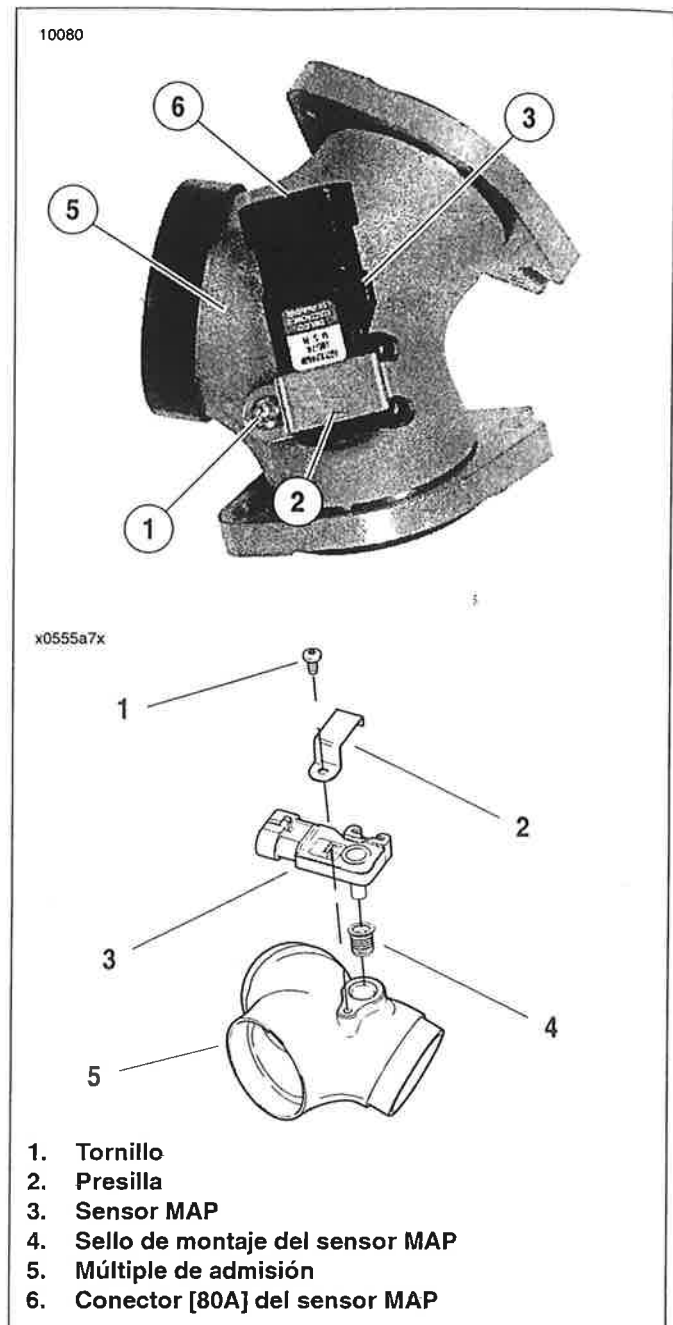

Figura 7-5. Sensor MAP
3. Vea la Figura 7-5. Extraiga el conector [80B] del arnés de cables del conector [80A] del sensor MAP (6). Quitar el tornillo (1) y presilla (2).
4. Girando ligeramente, tire el sensor MAP (3) directamente hacia fuera del cuerpo del múltiple de admisión.
1. Vea la Figura 7-5. Instale un sensor MAP **nuevo** (3) con sello de montaje (4) dentro del agujero en la parte superior del múltiple de admisión (5). Suavemente empuje hacia abajo sobre el cuerpo del sensor hasta que esté completamente asentado en el múltiple.
2. Instale la presilla (2) y asegúrela con el tornillo (1). Apriete a 2,8-3,9 N·m (25-35 lb-pulg.).
3. Enchufe el conector [80B] del arnés de cables en el conector [80A] del sensor MAP (6).